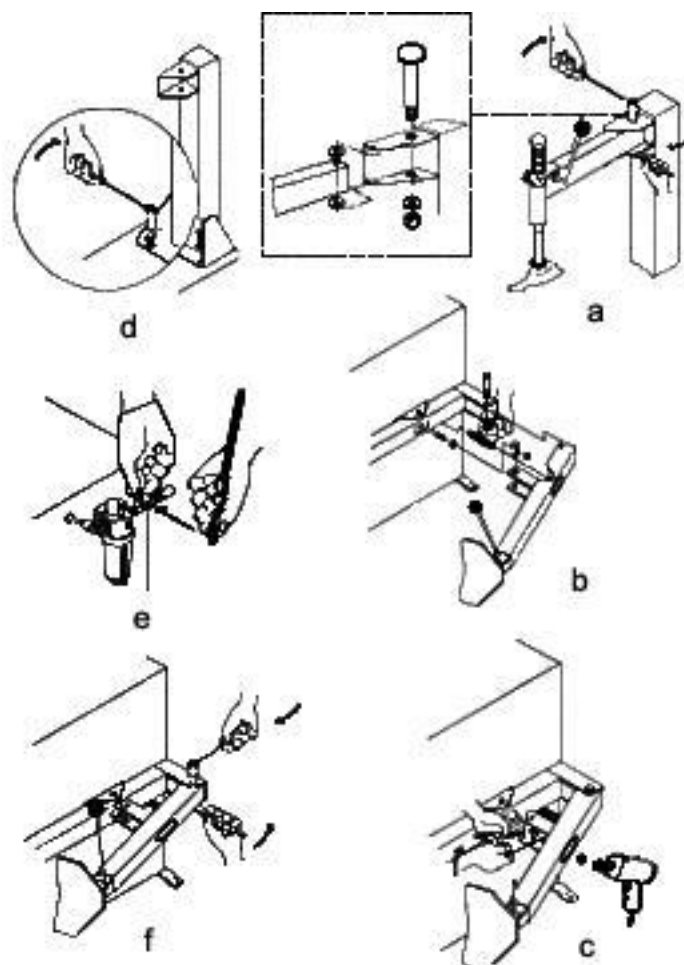

Рисунок 5 – Монтаж станда
2. Выньте шесть болтов, предназначенных для крепления демонтажной колонны, из отверстий корпуса, установите демонтажную колонну, закрутите болты обратно (рисунок 5/d).
5. Соедините поворотный рычаг с демонтажной колонной с помощью шарнирного пальца, закрепленного гайками и шайбами (рисунок 5/a).
6. Присоедините воздушную магистраль компрессора к штуцеру станда (рисунок 5/e).
7. Установите рычаг прижимной лопатки (рисунок 5/b) следующим образом:
- Затяните болт рычага отжимной лопатки. (рисунок 5/f).
- Затяните обе гайки (рисунок 5/c).